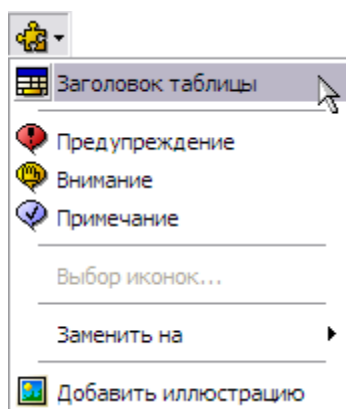

Рис. 7.48
2. На панели инструментов **Стандартные элементы** из выпадающего списка меню **Вставка стандартных элементов** выберите элемент **Заголовок таблицы** (Рис. 7.48).